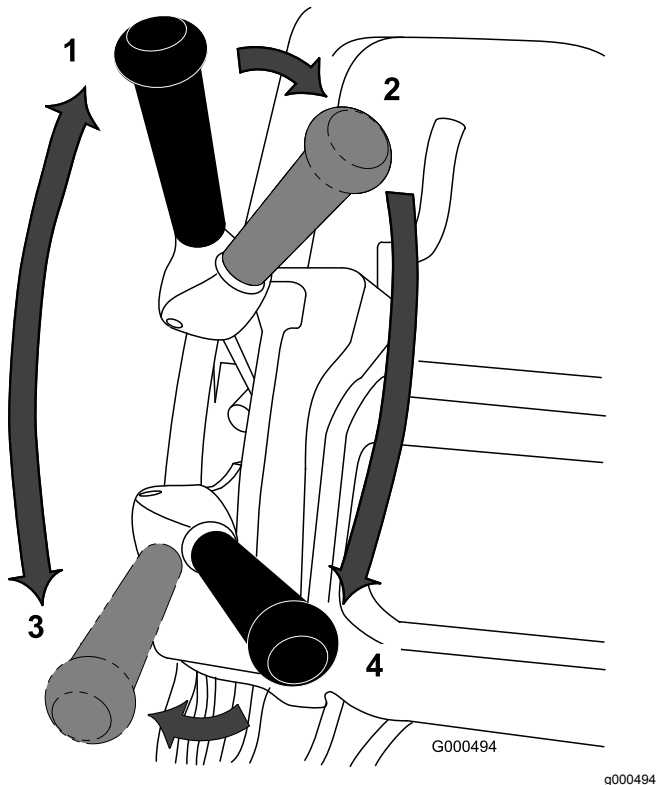

Bild 32
die elektronische Sicherheit, schieben den Fahrtriebshebel und Spindeltriebshebel in die VORWÄRTS-Stellung (Transport) und transportieren Sie die Maschine an den Rand des Grüns (Bild 32).
2. Schieben Sie den Hebel in die NEUTRAL-Stellung (Bild 32).
3. Schieben Sie den Fahrtriebshebel in die NEUTRAL-Stellung und den Spindeltriebshebel in die AUSGEKUPPELTE Stellung (Bild 32).
4. Schieben Sie den Fahrtriebshebel in die VORWÄRTS-Stellung und den Spindeltriebshebel in die EINGEKUPPELTE Stellung (Bild 32); geben Sie Gas, bis die Maschine die gewünschte Fahrgeschwindigkeit erreicht hat. Fahren Sie die Maschine auf das Grün, senken die Schneideinheit auf den Boden ab und beginnen Sie mit dem Mähen.